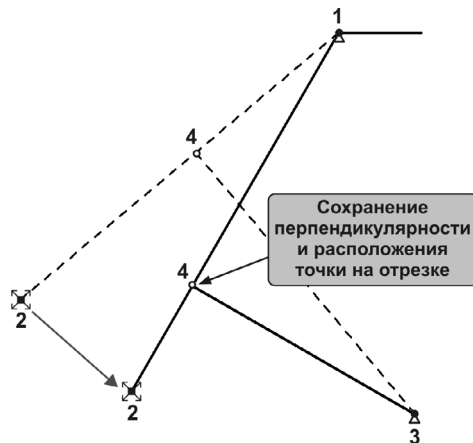

Рис. 59.47.
1. Проверьте работу модели на Образце (рис. 59.47).